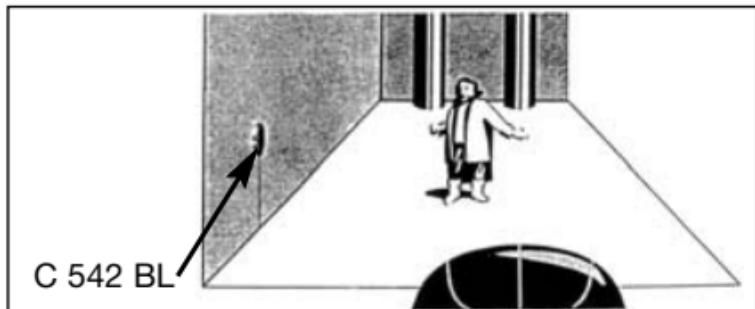

Fig. 4: Fixar o microfone numa superfície de limite
- Veja fig. 4. Pode usar também uma parede refleto-